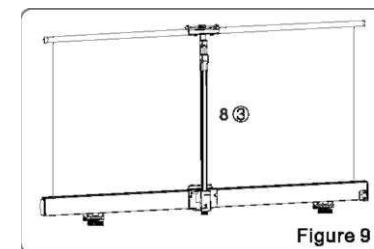

Figure 9
1. Przyciśnij blokadę używając jednej ręki i jednocześnie pociągnij w dół pręt przytrzymały(8) drugą ręką. Powtórz tę czynność by obniżyć pręt przytrzymały(8). (Figure 9)